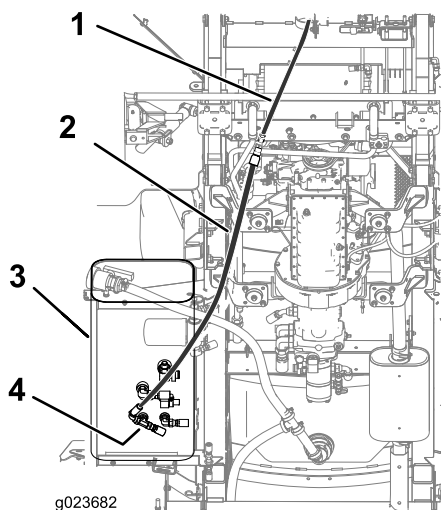

図 3
- 4. 油圧ホースを、このキットに入っているホースに接続する (図 3)。
- 5. タンクに現在接続されているホース (図 3でT字フィッティングが描かれている位置に付いているホース) を取り外す。
- 6. このフィッティングを、T字フィッティングに交換し、先ほど取り外したホースとキットに入っているホースを取り付ける (図 3)。